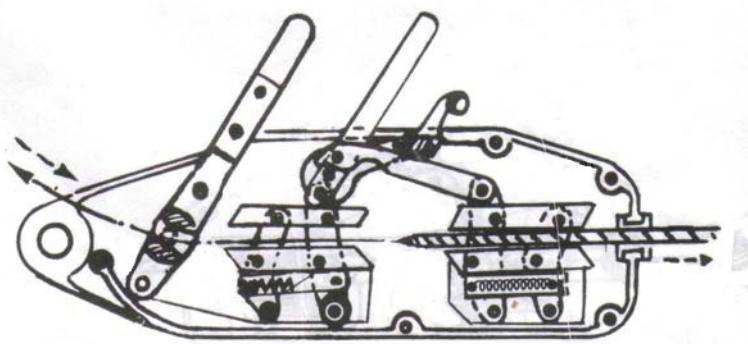

Рис.1 Конец троса входящий и выходящий.
1. Вставка троса. (Рис.1) Опустите конец троса и нажмайте на рычаг вперед-назад.
(4) Вытащить трос из лебедки. (Рис.1) В конце работы зубцы захватов раскроются сразу же, как только вы нажмете освобождающий рычаг, а затем трос выйдет из нижнего отверстия лебедки.